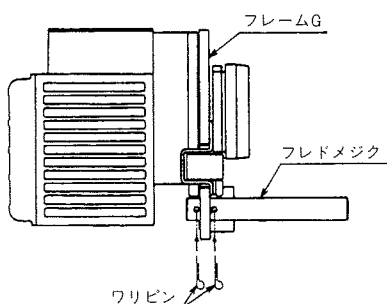

図 13
- フレドメジクをフレームGにワリピンで固定する。この時、ワリピンの先をしっかりと折り曲げてください。 <図13参照>
- フレドメジクをフレームGにワリピンで固定する。(但し7.5t、10t(L)のみ) <図13参照>